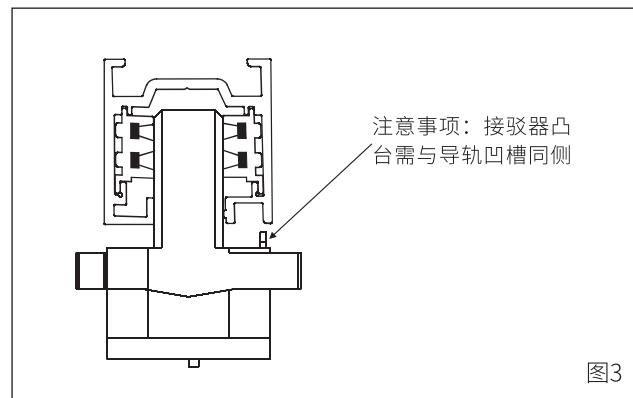

图3
4. 将接驳器侧面凸起筋条对准导轨上相应凹槽,然后将接驳器推入导轨槽内（图3）；